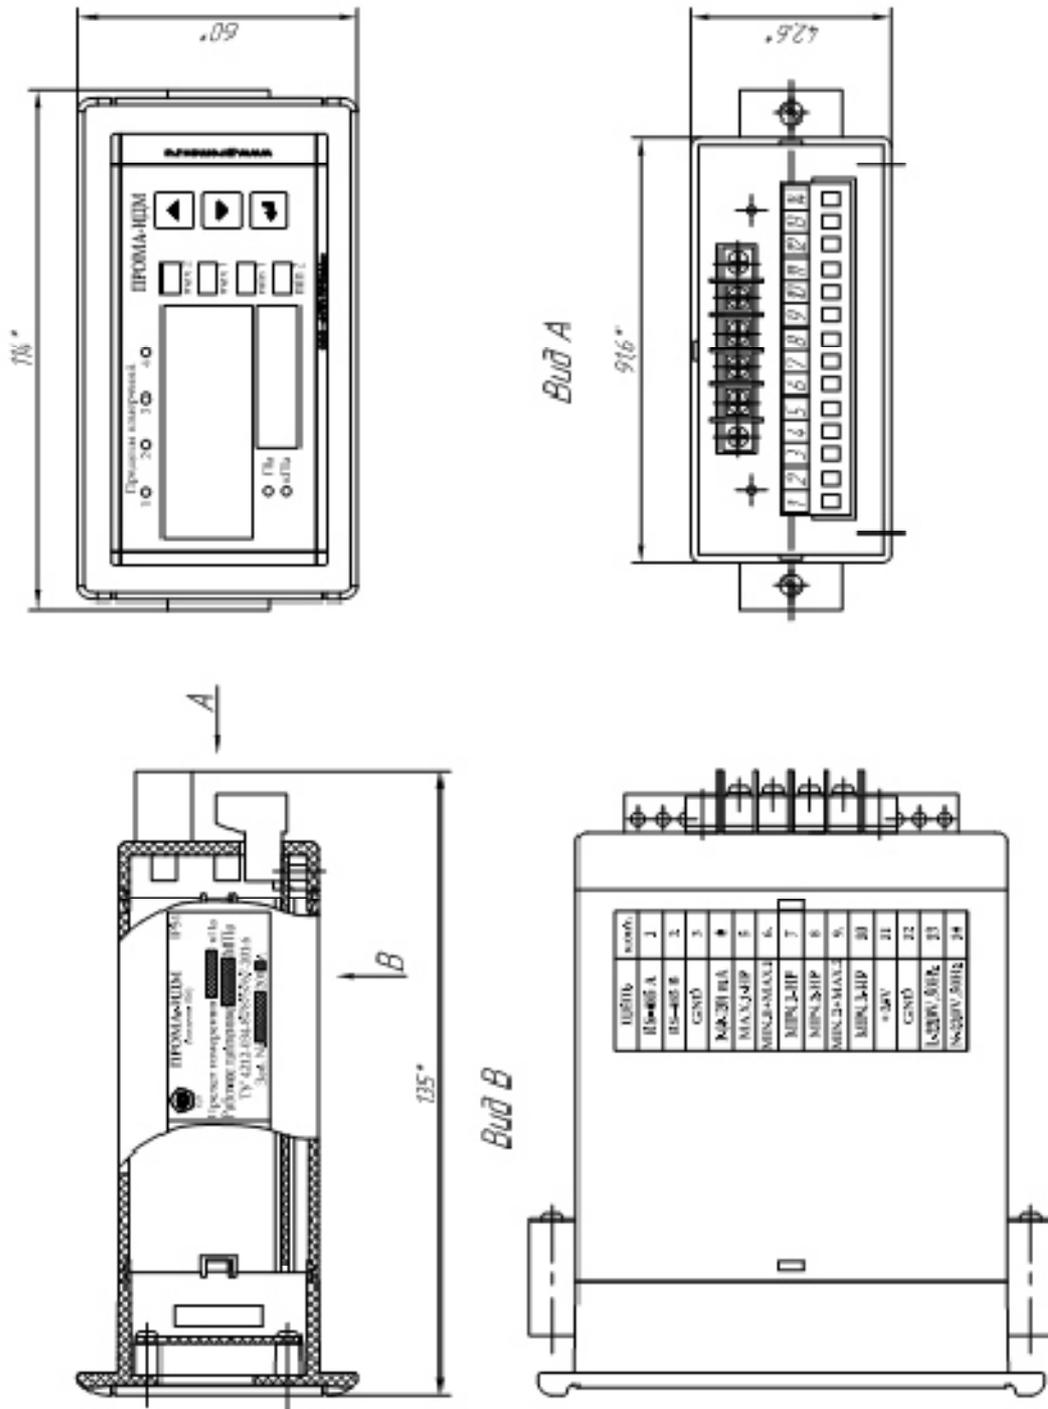

Рис. 1.3. Измеритель Прома-ИДМ(В) Щитовое исполнение. Габаритный чертеж.
- Рис. 1.3. Измеритель Прома-ИДМ(В) Щитовое исполнение. Габаритный чертеж.